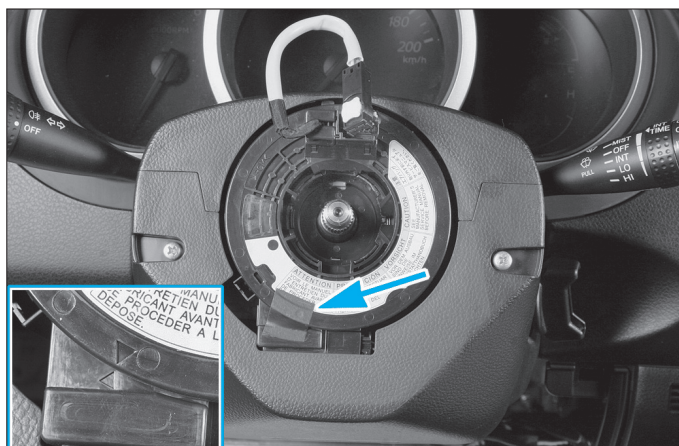

FIG. 5
- Immobiliser le capteur d'angle de braquage à l'aide d'un ruban adhésif.(Fig.5)